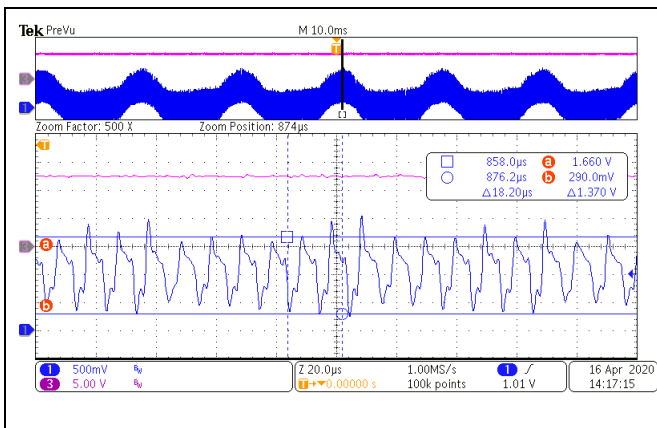

图 7 BIN Pin 计算与实际测试差异大
2. BNO 波形的判断标准是类似半波交流，且需波形上的噪声越低越好,如图 7 及 8